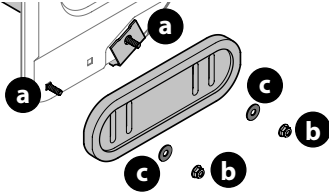

Figure 67
2. Gire y vuelva a montar las zapatas antideslizantes nuevas con los cuatro pernos del carro (a) (dos a cada lado) y las tuercas hexagonales con reborde (b) y las arandelas planas (c) (Figure 67).